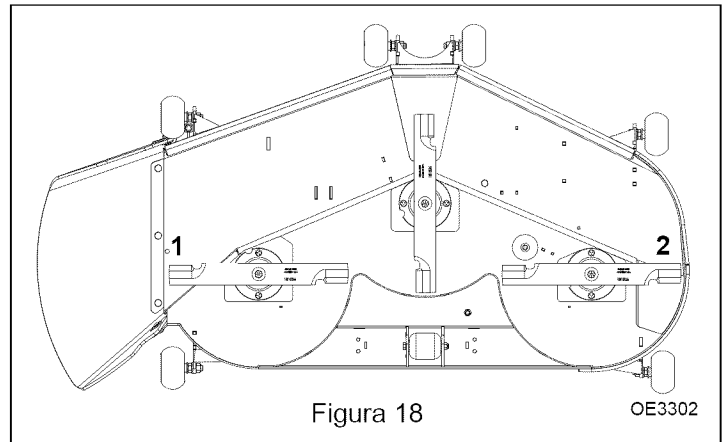

Figura 18
5. Ajuste ambas cuchillas externas para que queden perpendiculares al cortacésped como se observa en figura 18.